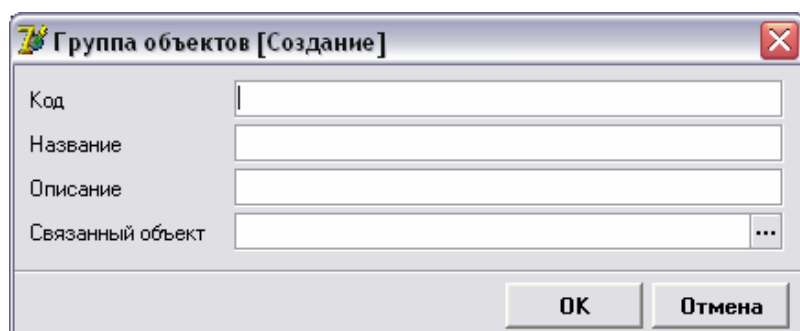

Рисунок 3.3.
3. Откроется окно «Группа объектов [Создание]» (рис.3.3).